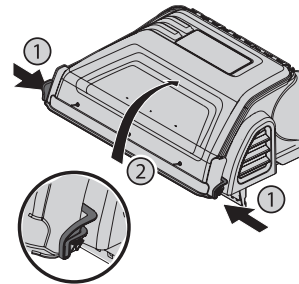

Figura 12
6. Abra la capó oprimiendo las lengüetas laterales traseras con la mano (1) y elevando la cubierta con la otra mano en la parte central trasera de la cubierta de la embolsadora (2) como se indica en la Figura 12.